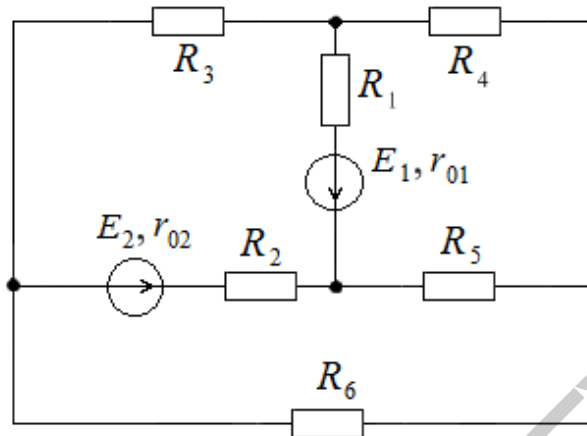

Рис. 99
32. Определить все токи ветвей методом контурных токов в электрической цепи (рис. 99), если $E_1 = 40$ В; $E_2 = 20$ В; $R_1 = 33$ Ом; $R_2 = 54$ Ом; $R_3 = 25$ Ом; $R_4 = 40$ Ом; $R_5 = 15$ Ом; $R_6 = 60$ Ом; $r_{01} = 2$ Ом; $r_{02} = 1$ Ом.